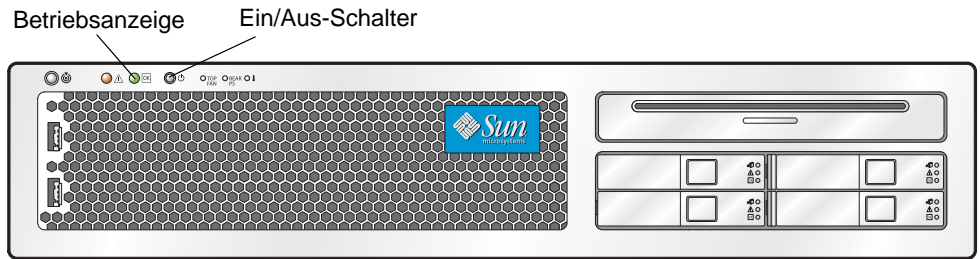

ABBILDUNG 4-1 Lage von Ein/Aus-Schalter und Betriebsanzeige
1. **Wählen Sie eine Methode aus, um den Server von Hauptstromversorgung auf Standby-Stromversorgung herunterzufahren. Siehe ABBILDUNG 4-1.**